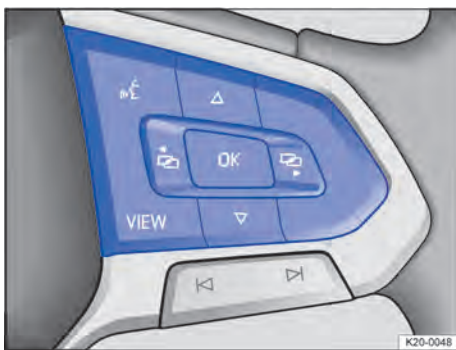

Abb. 13 Rechte Seite des Multifunktionslenkrads: Tasten zum Bedienen der Menüs und Informationsanzeigen im Kombiinstrument.
dungen können mit der Taste **OK** → Abb. 13 am Multifunktionslenkrad bestätigt und ausgeblendet werden.
2. Wenn eine Meldung oder das Fahrzeug-Piktogramm angezeigt wird, Taste **OK** → Abb. 13 drücken, gegebenenfalls mehrmals.
3. Zur Anzeige der Menüs und um durch das Menü zu blättern, Taste **↩** oder **↪** drücken → Abb. 13.
4. Um das angezeigte Menü oder die Informationsanzeige aufzurufen, Taste **OK** → Abb. 13 drücken oder warten, bis sich das Menü oder die Informationsanzeige nach einigen Sekunden automatisch öffnet.
1. Im angezeigten Menü Pfeiltaste **↩** oder **↪** drücken, bis der gewünschte Menüpunkt markiert ist → Abb. 13.
2. Um die gewünschten Änderungen vorzunehmen, Taste **OK** → Abb. 13 drücken.
1. Taste **↩** oder **↪** → Abb. 13 drücken.
- Um zwischen dem aktuellen und dem vorherigen Menü zu wechseln, Taste **VIEW** drücken → Abb. 13, → Seite 26.